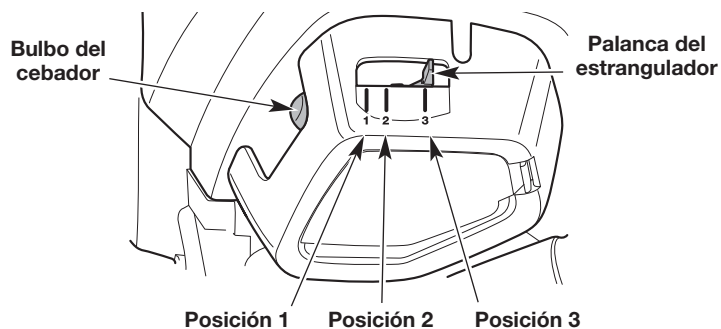

Fig. 13
3. Presione y luego suelte el bulbo del cebador lentamente **10 veces** (Fig. 13).
4. Coloque la palanca del estrangulador en la **Posición 1** (Fig. 13).
7. Continúe oprimiendo el bloqueo del acelerador y apretando el control del acelerador. Coloque la palanca del estrangulador en la **Posición 2** (Fig. 13).
10. Continúe oprimiendo el bloqueo del acelerador y apretando el control del acelerador. Pase la palanca del estrangulador a la **Posición 3** (Fig. 13) y siga calentando el motor durante 60 segundos más. Se puede usar la unidad durante este período.